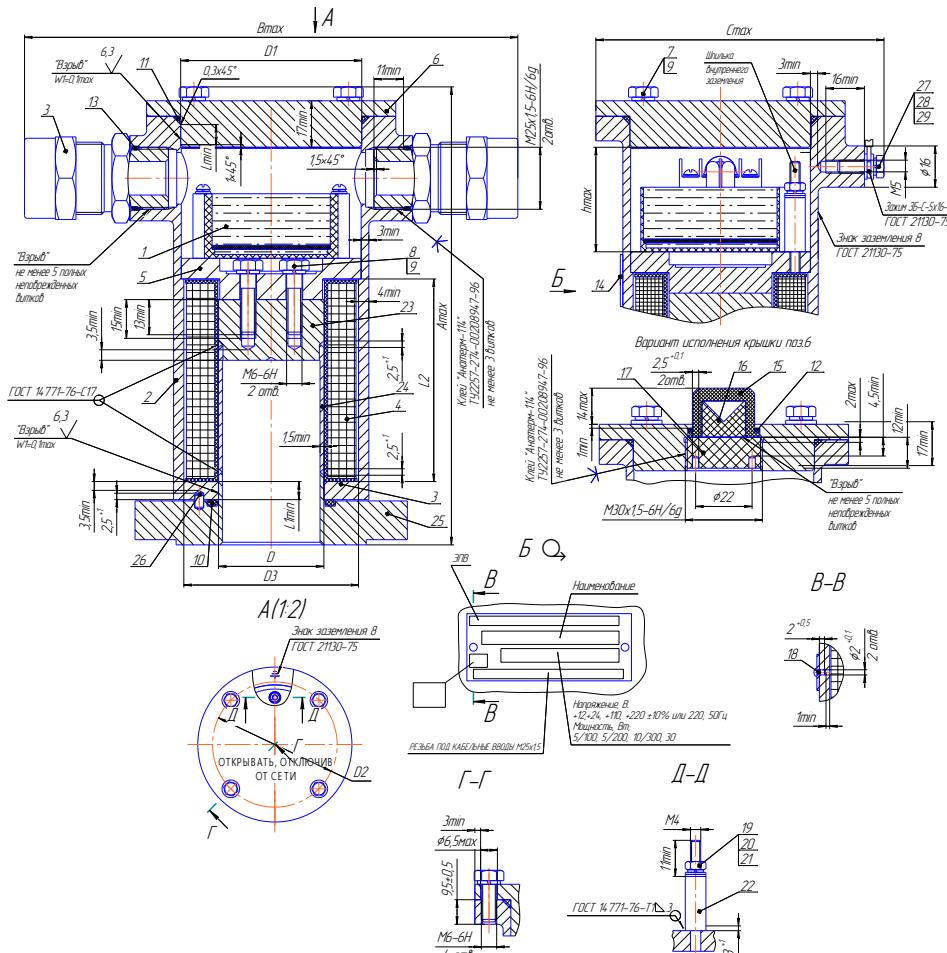

Рисунок 3. Привод. Чертеж средств взрывозащиты.
Обозначения на рис. 1а,б: 1-корпус(Сталь 10Х18Н9Л ГОСТ 977-88), 2-камера(Сталь 14Х17Н2 ГОСТ 5632-72), 3- Датчик конечных положений затвора (рис.5), 4-трубка разделительная(Сталь 12Х18Н10Т ГОСТ 5632-72/14Х17Н2 ГОСТ 5632-72), 5-электромагнитный привод (см.рис.3), 6-сердечник (Сталь 14Х17Н2 ГОСТ 5632-72), 7-кольцо (фторопласт Ф4К20 ТУ 6-05-1413-76), 8-пружина (Проволока ВО-2 ТУ3-1002-77), 10-шток (Сталь 12Х18Н10Т ГОСТ 5632-72), 11, 18 –уплотнение (резиновая смесь. Марка в зависимости от исполнения), , 11-вставка (Сталь 14Х17Н2 ГОСТ 5632-72), 12-затвор (Сталь 14Х17Н2 ГОСТ 5632-72), , 13, 14,15, 17 -кольцо (фторопласт-4 ГОСТ 10007-80 Е), 16-втулка (Сталь 14Х17Н2 ГОСТ 5632-72), 20-вкладыш (Сталь 14Х17Н2 ГОСТ 5632-72), 21-втулка (Сталь 14Х17Н2 ГОСТ 5632-72), 22-шток (Сталь 14Х17Н2 ГОСТ 5632-72), 23-шток (Сталь 12Х18Н10Т ГОСТ 5632-72), 24-шайба (Сталь 14Х17Н2 ГОСТ 5632-72), 25-гайка (Сталь 09Г2С ГОСТ19281-89), 26-ручка (алюминий литьевой Ак-74), 27-фланец (Сталь 14Х17Н2 ГОСТ 5632-72), 28-скоба (Сталь 12Х18Н10Т ГОСТ 5632-72), 29-втулка (Сталь 12Х18Н10Т ГОСТ 5632-72), 30-фланец (Сталь 09Г2С ГОСТ19281-89), 31-болт A2 DIN933, 32,33- винт A2 DIN127, 34-43- кольца уплотнительные (резиновая смесь. Марка в зависимости от исполнения).
Электромагнитный привод (ЭПВ) представляет собой электромагнит постоянного тока со схемой управления режимом работы и состоит (см. рис.3) из корпуса 2 с двумя кабельными вводами и крышкой 6, катушки 4, прижимного фланца 5 и электронного блока управления 1 (модуль СФУ).
- заключения его электрических цепей во взрывонепроницаемые металлические оболочки по ГОСТ IEC 60079-1. Взрывоустойчивость оболочек проверяется при изготовлении испытаниями избыточным давлением 1,5 МПа. Сопряжения деталей, обеспечивающие взрывозащиту показаны на чертежах средств взрывозащиты (рисунок 3, 4, 5). На поверхностях, обозначенных "Взрыв" не допускаются раковины, забоины, вмятины, ржавчина, чернота, наличие краски и другие дефекты.
7.2.2 Присоединить питающий кабель к приводу в последовательности (см. рис.3, 4, 7):